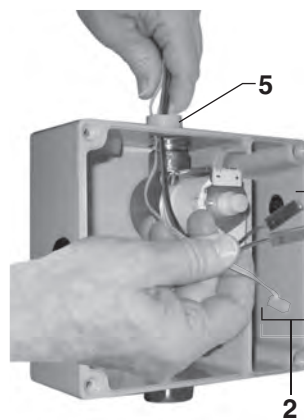
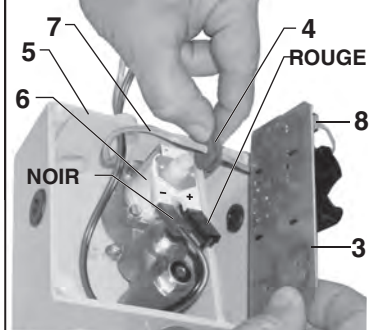

Fig. 1b
Fig. 1d
4. Passez le CÂBLE gris du CAPTEUR (7) à travers le PASSE-CÂBLES (4), à 4 po du CONNECTEUR. **Figure 1b et 1d.** Insérez le CÂBLE gris du CAPTEUR (7) dans la PRISE FENDUE (9). Poussez la PRISE FENDUE (9) dans le PASSE-CÂBLES (4) pour sceller. **Figure 1d.**